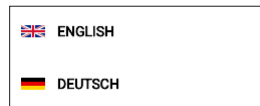

Bild 3-5: Sprachauswahl
- ▶ Die Sprachauswahl in der Navigationsleiste mit Klick auf die Länderflagge ( / ) öffnen und auf die gewünschte Sprachzeile klicken (siehe Bild 3-5).